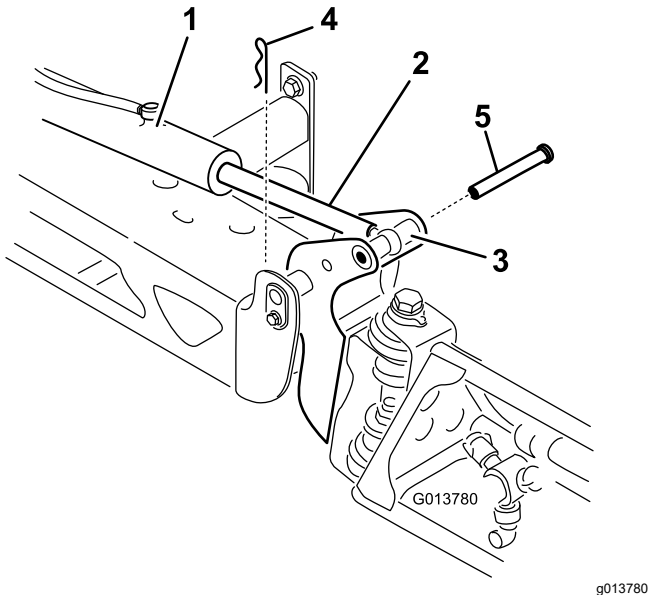

Figura 64
2. Retire la chaveta del pasador de giro (Figura 64).
3. Levante el brazo, retire el pasador (Figura 64), y baje el brazo lentamente al suelo.
9. Sujetando el brazo, introduzca el pasador a través del pivote del brazo y del émbolo del actuador (Figura 64).